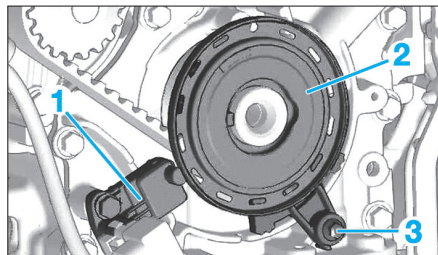

Fig. 11
- Déposer le capteur régime moteur (1) (Fig.11).